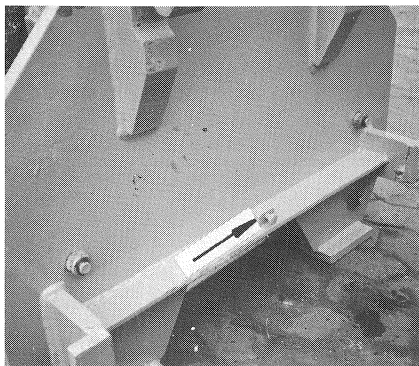

Bild 40
- (1) Anschlagschraube an der Wechselplatte auf festen Sitz kontrollieren (Bild 40/ Pfeil).
Die Anschlagschraube (Bild 40/Pfeil) muß den Schaltzapfen des E-Schalters so weit eindrücken, daß der Schalterpunkt erreicht ist. Den Leerweg des E-Schalters nicht überschreiten, da sonst der E-Schalter zerstört wird.
- (1) Check that contact screw at the quick change device is tight (fig. 40/arrow).
The contact screw (fig. 40/arrow) has to press the indexing bolt of the electric switch deeply enough so that the switch point is reached. Don't exceed the free-play of the electric switch, otherwise the electric switch will be destroyed.
- (1) Vérifier le bon serrage de la vis de butée dans le panneau de support de changement (fig. 40/flèche).
La vis de butée (fig. 40/flèche) doit enfoncer le doigt de cde. de l'interrupteur électrique suffisamment pour l'enclencher. Ne pas dépasser la course à vide de l'interrupteur, ce qui risque de le détruire.